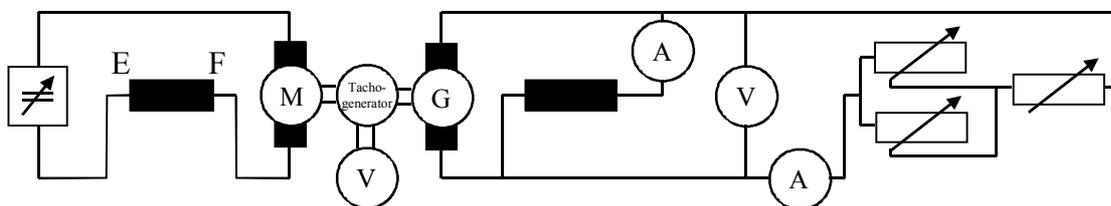

Abb. 7: Schaltung zur Aufnahme der Lastkennlinie bei Selbsterregung
1. Erweiterung der Schaltung nach Abb. 7. Es ist darauf zu achten, daß die beiden parallel geschalteten Lastwiderstände 10 Ohm betragen und der dazu in Reihe geschaltete 100 Ohm beträgt. **Die jeweils maximal zulässige Stromstärke darf nicht überschritten werden.**